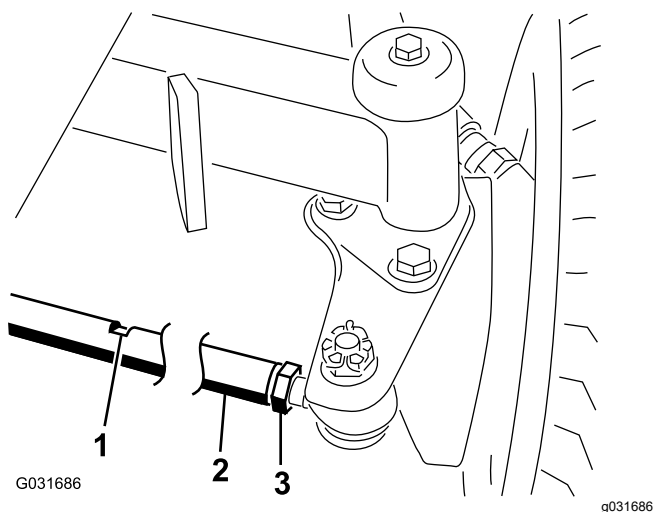

Figura 83
2. Allentate il controdado da ciascun lato del tirante (Figura 83).